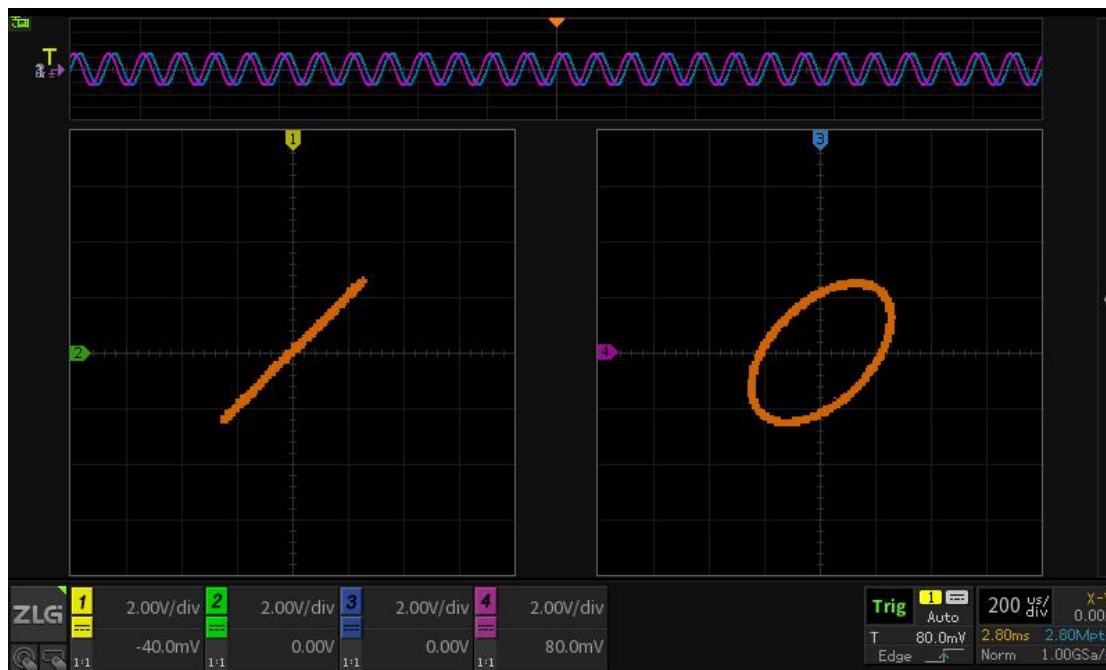

图 9-11 椭圆
- 当 Φ 处于 0 与 π 之间时，则 X 与 Y 的关系可表示为 $X^2/a^2 + Y^2/b^2 = c^2$ (其中 a 、 b 、 c 为常数)，此时对应波形是椭圆，示例如图 9-11 所示；